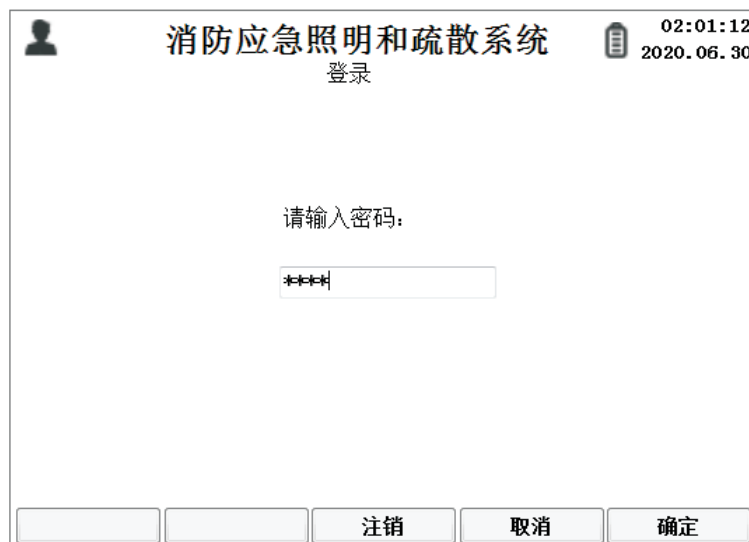

图8.1.2
- ◆ 在主界面下，按[#]键，打开登录窗口，输入密码后按[确定]键，进入系统（如图8.1.2）。